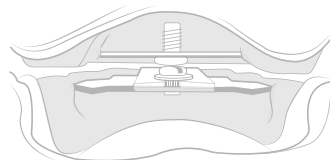

Abb. 4
**14.** Um den gotischen Bogen zu überprüfen, wird nun bis auf das Fadenkreuz die gesamte Platte nochmals bemalt und der gesamte Registriervorgang wiederholt. Liegt auch der zweite aufgezeichnete gotische Bogen exakt in der Position des Fadenkreuzes, kann die Plexiglasplatte in der Position der Pfeilspitze aufgesetzt und anhand der Schraube und Unterlegscheibe fixiert werden (Abb. 4).